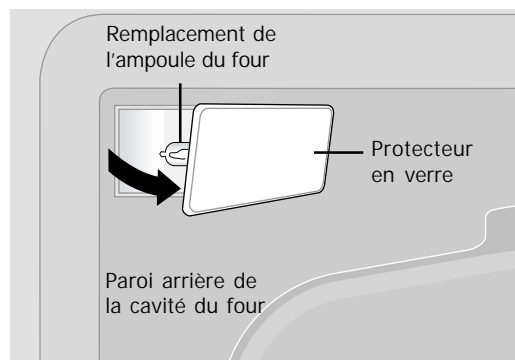

Fig. 1
La lampe du four est située à l'arrière de la cavité du four et est recouverte par un écran de protection en verre. Cet écran protecteur doit toujours être en place lorsque le four fonctionne (fig. 1).
2. Retirez le protecteur de la lampe du four (fig. 1).
1. Ouvrez complètement la porte du four (parallèlement au sol; fig. 1).
3. Lorsque les deux bras des charnières sont en place, ouvrez la porte du four (parallèle au sol; fig. 1).